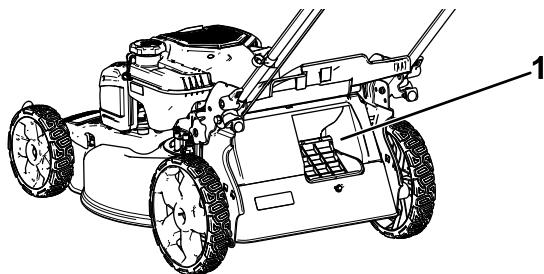

Рисунок 17
**Внимание:** Для обеспечения надлежащей работы, прежде чем передвигать рычаг включения сбора в мешок из одного положения в другое, заглушите двигатель, дождитесь остановки всех движущихся частей и затем удалите всю скошенную траву и мусор из дверцы для сбора в мешок и прилегающего проема (Рисунок 17).